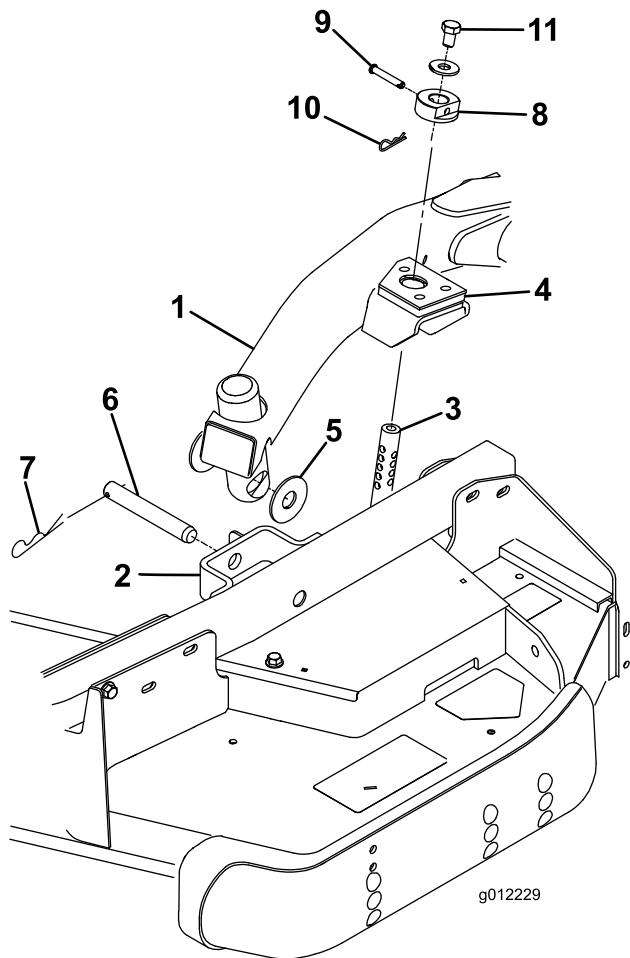

Bild 4
2. Stellen Sie den Hubhebel auf die Schweben-Stellung. Drücken Sie einen Hubarm nach unten, bis die Löcher im Hubarm mit den Löchern in der Laufradarmhalterung ausgerichtet sind, und die Schnitthöhenstange in die Hubarmpolster eingesetzt werden kann (Bild 4).
3. Befestigen Sie den Hubarm mit zwei Druckscheiben, einem Lastösenbolzen und einem Splint am Laufradarm. Legen Sie die Druckscheiben zwischen den Hubarm und die Halterung des Laufradarms (Bild 4). Setzen Sie das Ende des Splints in den Schlitz im Laufradarm ein, um den Splint zu arretieren.
7. Befestigen Sie die Schnitthöhenstellringe an den Schnitthöhenstangen und befestigen Sie sie mit den Lastösenbolzen und den Splints (Bild 4). Der Kopf des Lastösenbolzens sollte möglichst zur Mähwerk vorderseite zeigen.
- Setzen Sie oben auf jeder Schnithöhenstange eine Schraube (1/2 x 3/4 Zoll) und eine Scheibe ein (Bild 4).